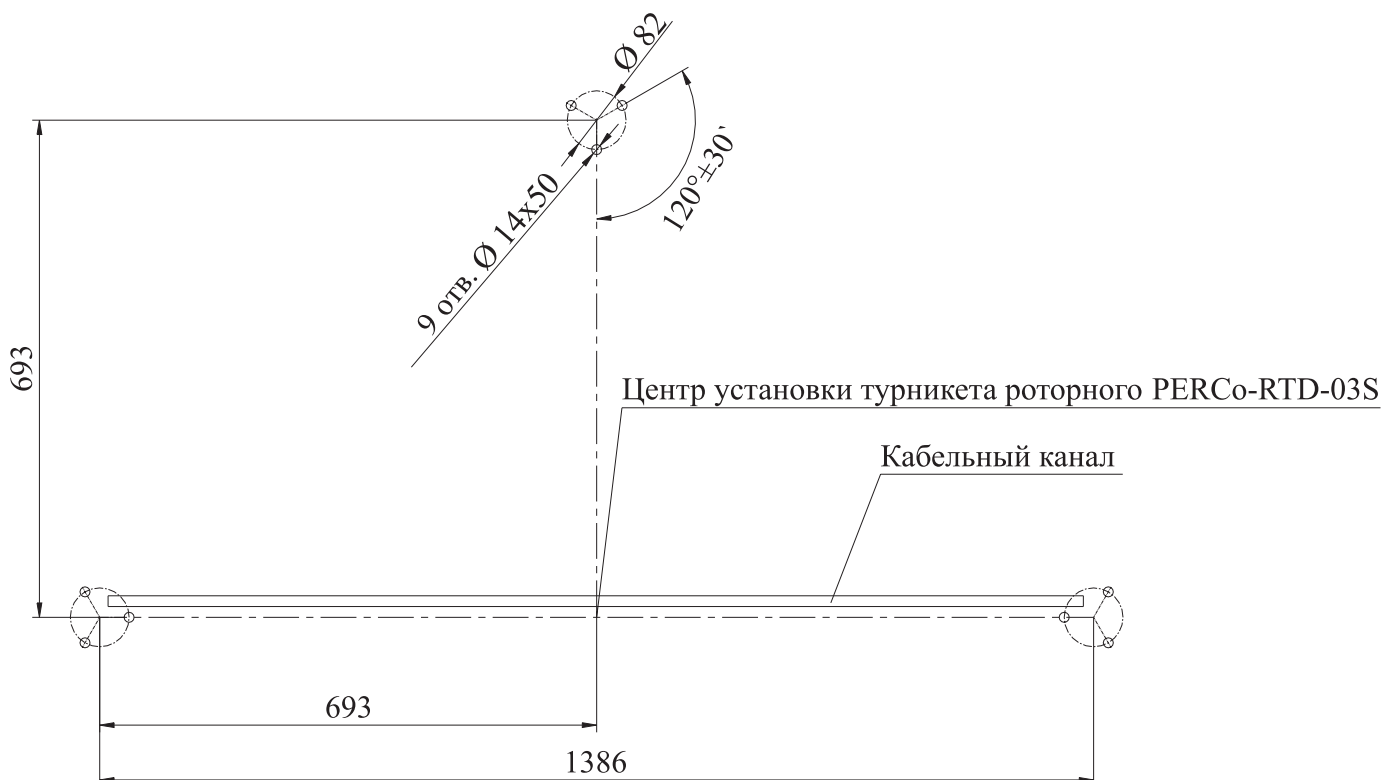

Рис. 3. Разметка для установки стоек формователя прохода
- Разметку установочных отверстий следует производить в соответствии с рис. 3.
7.3.4. Выполните на полу разметку под стойки формователя прохода в соответствии с рис. 3.